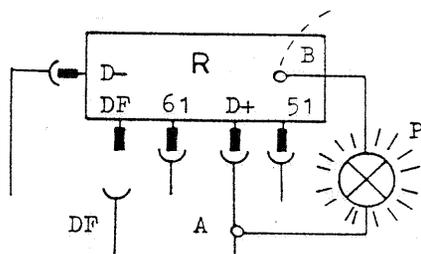

Fig. 62
- Mettre A à D+ (régulateur), mettre B au chapeau de régulateur (masse) (voir fig. 62).